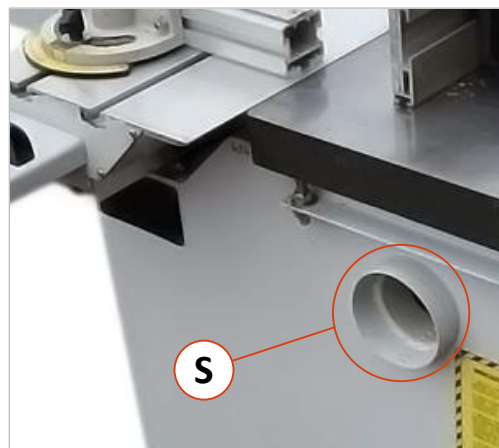

Abbildung 8: Absaugstutzen
- Die beiden Absaugstutzen (S) am Anschlag und auf der rechten Maschinenseite (siehe ⇒ Abbildung 8) haben einen Durchmesser von 120 mm.